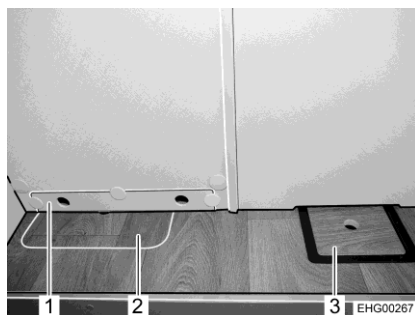

Bild 141 Åtkomst avloppstank bak
- Tag av panelen (Bild 141,1).
- Öppna golvluckan för avloppstanken (Bild 141,2)
- Öppna golvluckan för avtappningsventilen (Bild 141,3).
- Stäng golvluckan för avtappningsventilen (Bild 141,3).
- Stäng golvluckan för avloppstanken (Bild 141,2).
- Sätt tillbaka panelen (Bild 141,1).